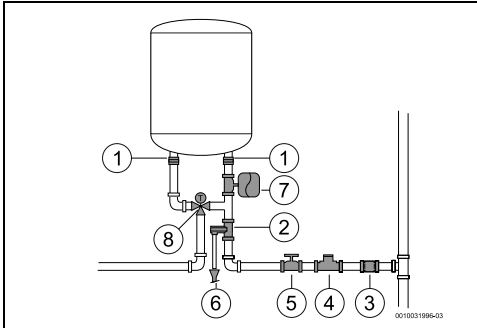

fig. 11
- Mbyllni valvulën e linjës së ujit (→ Fig. 11, [5]).
- të instaloni një valvulë reduktimi presioni (Fig. 11, [4]). Valvula e çlirimit të presionit do të aktivizohet sa herë që presioni në pajisje është mbi 8 bar (± 1 bar), për të cilën arsye është e nevojshme të planifikohet një mënyrë për shkarkimin e këtij uji.
- instaloni një enë zgjerimi (Fig. 11, [7]) për të ndaluar hapjen e shpeshtë të valvulës së çlirimit të presionit. Volumi i zgjerimit të enës duhet të jetë i barasvlershëm me 5% të volumit të pajisjes.